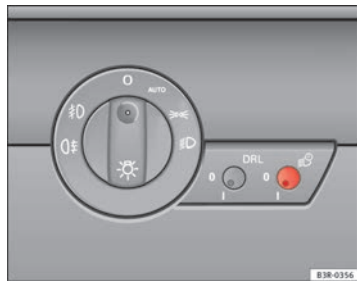

Fig. 87 Detalle del tablero de instrumentos: Funciones coming home y leaving home
- Pulse brevemente el botón ⇒ fig. 87 para sacarlo de su posición.